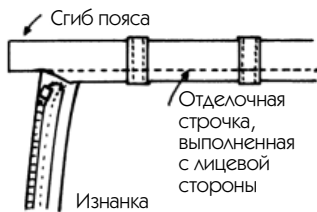

Рис. 345
3. Подогните пояс (рис. 345), чтобы выполнить отделочную строчку и одновременно закрепить шлевки.